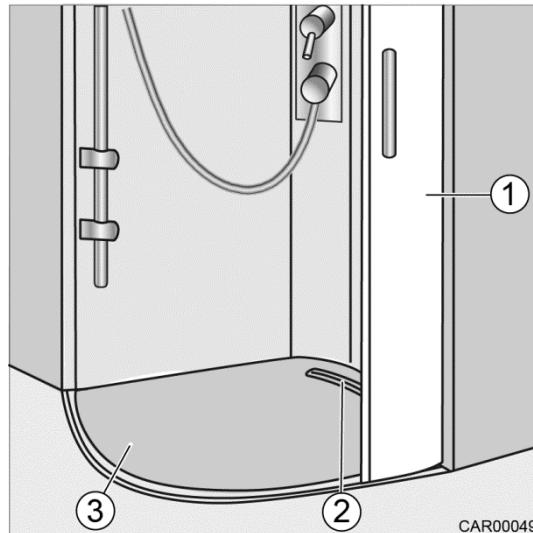

Fig. 155 Protection du receveur de douche
1. Fermer la porte (Fig. 155/1) à moitié.
2. Soulever la protection (Fig. 155/3) et sortir l'évidement (Fig. 155/2) de la porte (Fig. 155/1).
3. Retirer la protection (Fig. 155/3).